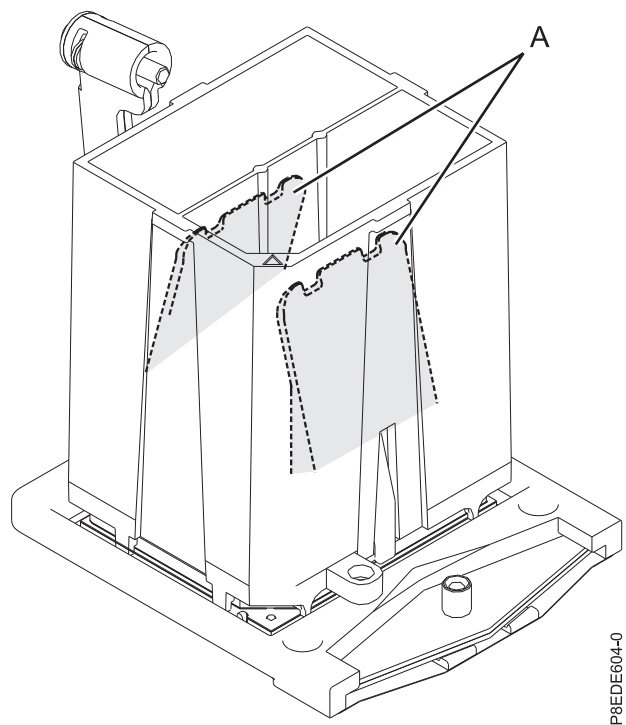

Figura 17. Removendo a ferramenta do módulo de processador do sistema
8. Após o módulo de processador do sistema estiver alinhado corretamente, aperte e segure as duas guias de liberação azuis **(A)** juntas, até que uma parada firme seja obtida, conforme mostrado em Figura 17 na página 19. Em seguida, erga a ferramenta para fora do módulo de processador do sistema.